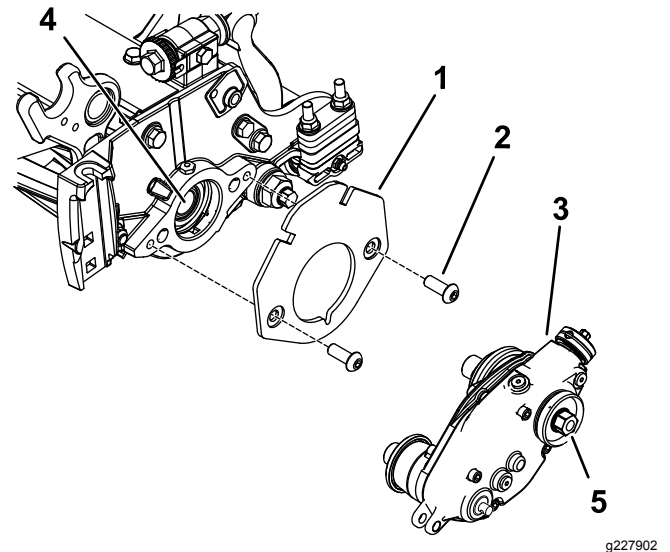

Figura 7
2. Fije el soporte de los pesos al molinete con 2 pernos allen de cabeza redonda ( $\frac{3}{8}$ " x  $\frac{3}{4}$ " ), como se muestra en Figura 7.
3. Aplique fijador de roscas de resistencia media (por ejemplo, Loctite® 243 azul) a las roscas del eje interno del molinete (Figura 7).
4. Conecte la caja de transmisión del groomer al eje del molinete (Figura 7) usando la cabeza hexagonal de la caja de transmisión del groomer.